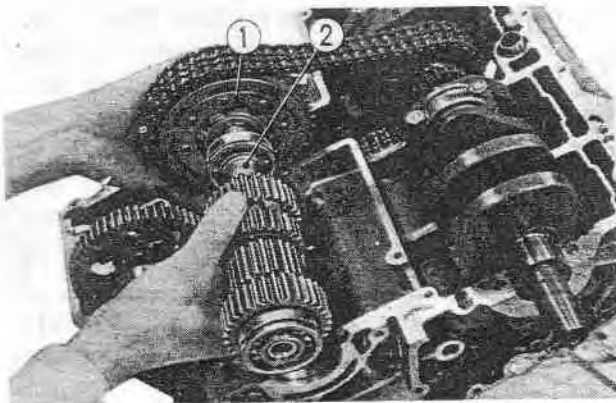

Fig. 3-75 ① Pignon primaire
14. Soulever l'arbre de transmission principal et dégager le pignon primaire, puis enlever la chaîne primaire du pignon primaire. (Fig. 3-75)